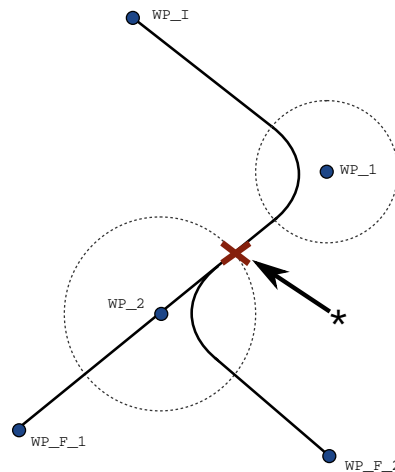

图 14.5: WP\_I 为初始路点，有两个潜在最终路点 WP\_F\_1 和 WP\_F\_2，取决于条件表达式。当机器人手臂进入第二个交融时，条件 if 表达式被评估 (\*)。
**条件交融轨迹** 交融轨迹受设置交融半径的路点以及程序树中的下一个路点影响。也就是说，在图 14.5 中的程序中，围绕 WP\_1 的交融受 WP\_2 影响。在本例中，当围绕 WP\_2 交融时，其结果变得更显而易见。存在两个可能的结束位置，为确定哪一个是要交融的下一个路点，当输入交融半径时，机器人必须已经评估 digital\_input[1] 的当前读数。那意味着 if...then 表达式（或判断下一个路点的其它必要语句，如可变路点）在我们实际抵达 WP\_2 之前被评估，当审视程序序列时，这有点反直觉。如果某个路点是一个停止点，后接判断下一个路点的条件表达式（如：I/O 命令），当机器人手臂停在该路点时执行该表达式。